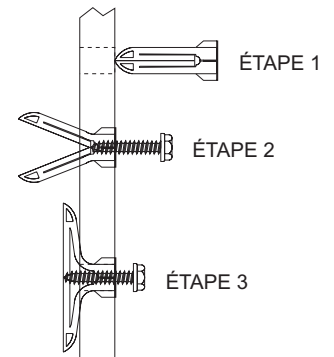

Figure 2
3. Après avoir localiser les trous de montage, percer (2) trous de 5/16" (7.8mm) de diamètre dans le mur. Insérer les (2) ancrages d'expansion en plastique dans les trous. Insérer les (2) vis 10 x 1 1/2" (38mm) dans les ancrages d'expansion en plastique. Les vis sont fournies dans l'ensemble de la soufflerie. Ne vissez pas complètement les vis dans les ancrages d'expansion en plastique, laissez un espace de 7/16" (11mm) entre la tête de la vis et l'ancrage d'expansion en plastique. Référez-vous à la Figure 2.
4. À la partie supérieure de la paroi extérieure, enlevez la (1) vis du trou du milieu qui attachent la paroi extérieure avec le collecteur. Aussi enlevez les (2) vis qui attachent la partie inférieure de la paroi extérieure à la paroi intérieure.
6. Enlever (4) vis 8 x 3/8" qui attachent l'avant de la soufflerie au châssis de la soufflerie.
7. Après avoir localiser les trous de montage, percer (2) trous de 5/16" de diamètre dans le mur. Insérer les (2) ancrages d'expansion en plastique dans les trous. Insérer les (2) vis 10 x 1 1/2" dans les ancrages d'expansion en plastique. Les vis sont fournies dans l'ensemble de la soufflerie. Ne vissez pas complètement les vis dans les ancrages d'expansion en plastique, laissez un espace de 7/16" entre la tête de la vis et l'ancrage d'expansion en plastique. Référez-vous à la Figure 2.
9. Enlever les (4) vis 8 x 3/8" qui attachent l'avant de la soufflerie au châssis de la soufflerie.